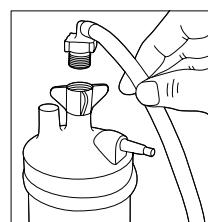

Figura 1
5. Conecte el tubo adaptador de la botella del humidificador a la botella del humidificador girando la tuerca de mariposa de la botella en sentido contrario a las agujas del reloj hasta que quede bien sujetada (consulte la figura 1).